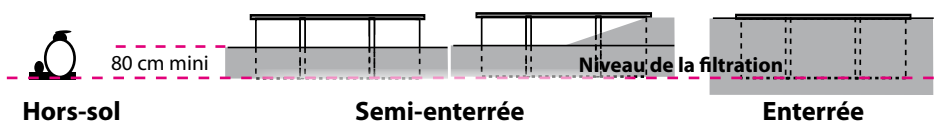

Figure 1
- Découpez votre terrain selon la forme de votre bassin et figure 1. (tolérance 1 cm sur la plus grande diagonale).